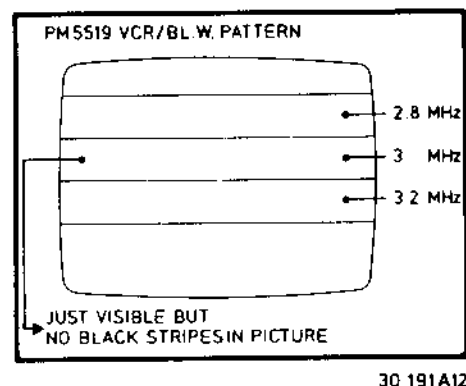

Fig. 1
- Opname weergeven (zie Fig. 1).